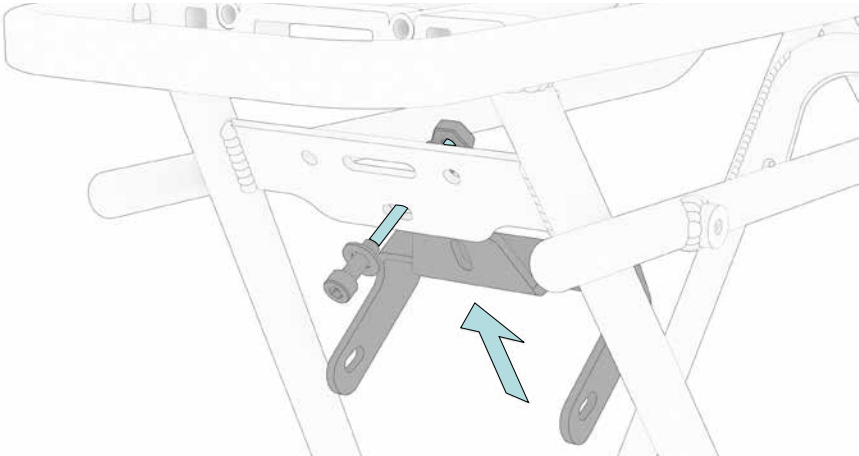

Abb. 11
Das Anbindungsblech für das Schutzblech wird am Gepäckträger befestigt. Nutze hierfür die Zylinderkopfschrauben M5 (4), selbstsichernden Muttern (5) und Unterlegscheiben (6 x 2St). Zum Schluss kann das Schutzblech daran befestigt werden, verwende hierzu die Rundkopfschrauben M5 x 14 (10) und Unterlegscheiben (12) (Abb. 11 und 12).